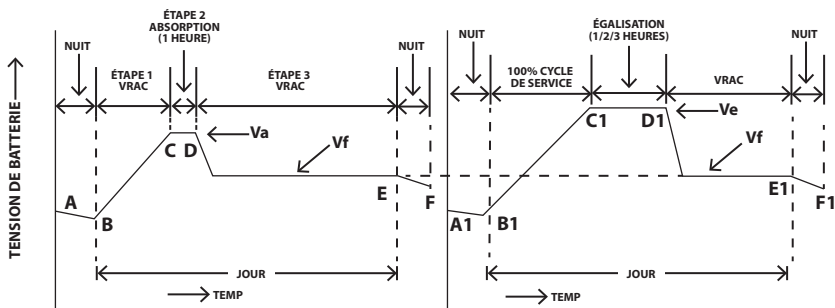

Fig. 4.1A - Algorithme de Chargement Normal
La Fig. 4.1A Algorithme de Chargement Normal & la Fig. 4.1B Algorithme d'Égalisation
2. Pour les raisons expliquées à la Fig. 4.1A / 4.1B, page , il est supposé qu'il n'y a pas de charge sur la batterie pendant la journée quand le chargement est en cours. Il y a une petite charge pour allumage au soir, qui est FERMÉ quand il fait jour.
- **Chargement normal (La Fig 4.1A):** Cet algorithme est utilisé pour le chargement normal de tous les jours. Le chargement est séquentiel: Étape 1: Étape de Masse (Un Cycle de Service de 100% qui est équivalent au Courant Constant) Étape 2: Étape d'Absorption (Cycles de Service diminuant: < 100% et > 0% qui est équivalent à la Tension Constante) Étape 3: Étape de Maintien (Très Faible Cycle de Service de 0% à < 10% qui est équivalent à la Tension Constante).
Veuillez référer à la Fig 4.1A